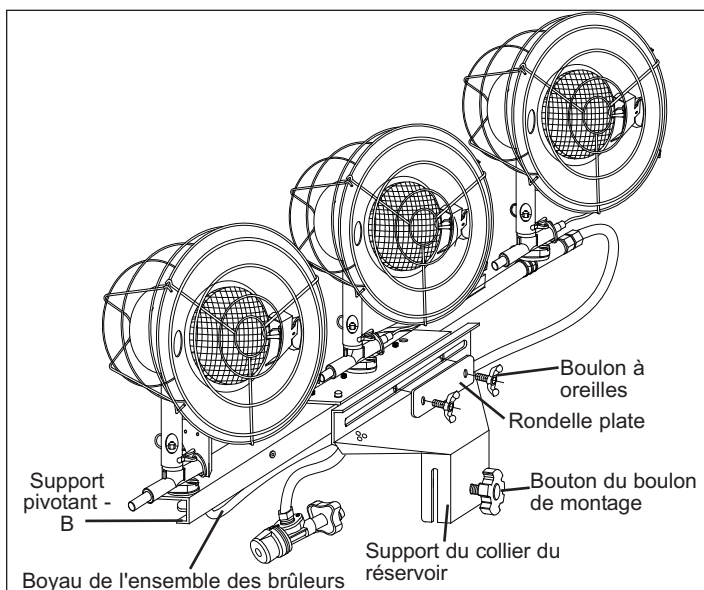

Figure 3. Vue en perspective du radiateur HS-47-TTC
3. Placez la rondelle plate sur le support du collier du réservoir et puis, insérez le boulon de support (Figure 3).